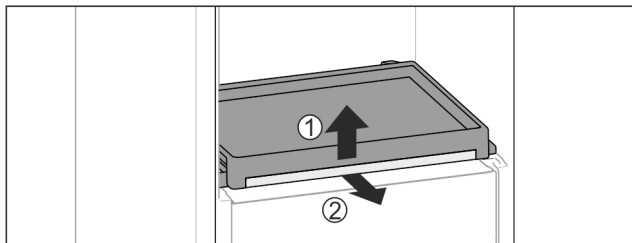

Fig. 107
- ▶ Rimuovere il ripiano estraibile con ripiano di vetro: sollevare leggermente in avanti il ripiano di vetro Fig. 107 (1) e tirarlo in avanti Fig. 107 (2).